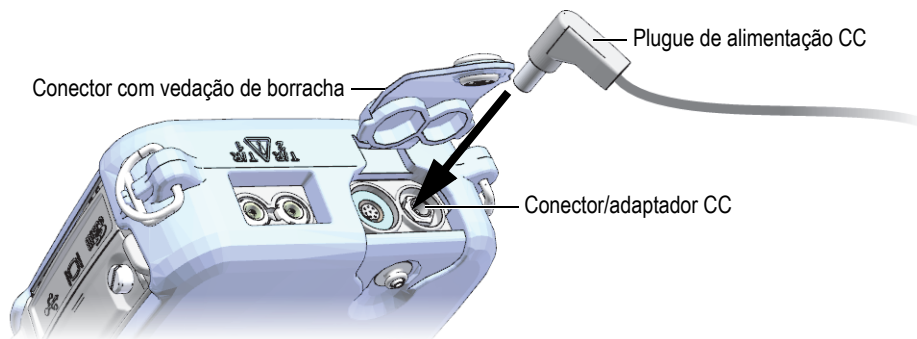

Figura 2-3 Conexão do plugue de alimentação de CC
2. No 38DL PLUS, levante a aba protetora de borracha que cobre o adaptador CC localizada na parte superior (veja Figura 2-3 na página 43).
3. Conecte o cabo de alimentação CC do carregador/adaptador no conector do adaptador CC (veja Figura 2-3 na página 43).